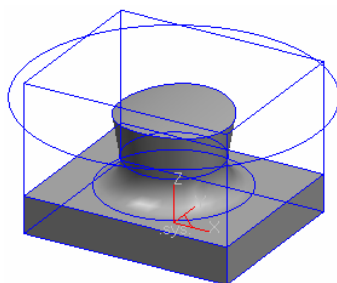

图 8-258 设置的工件
2) 设置毛坯形状为立方体，选中“参照模型”，单击“参照模型”按钮，勾选“显示毛坯”，以在显示窗口中以线框形式显示毛坯，单击“定义毛坯”对话框中的“确定”按钮，完成加工工件设置，如图 8-258 所示。